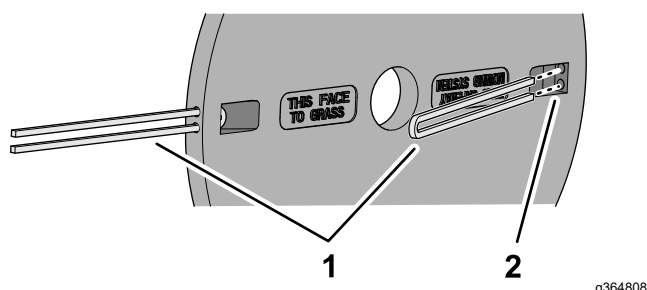

Рисунок 26
2. Замените имеющиеся режущие лески 2 отрезками одинаковой длины новой режущей лески, как показано на Рисунок 26.